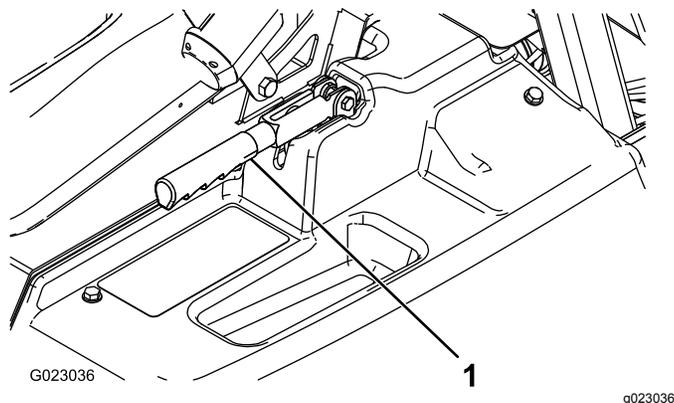

図 48
2. 調整ノブをブレーキレバーに固定している固定ねじをゆるめる 図 48。